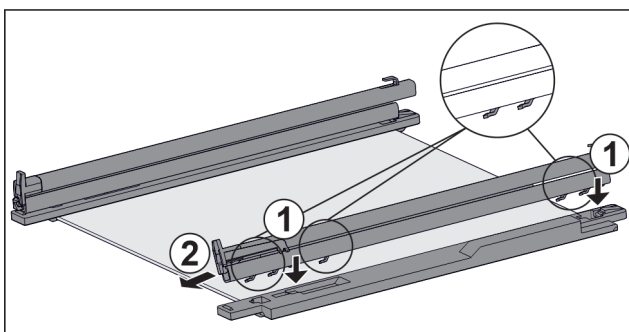

Fig. 138 Skleněná deska s kolejničkami a přídržnými díly
- Nasadte háčky kolejničky na otvory **levého** přídržného dílu. Fig. 138 (1)
- Vytáhněte kolejničku dopředu. Fig. 138 (2)
- Nasadte háčky kolejničky na otvory **pravého** přídržného dílu. Fig. 138 (1)